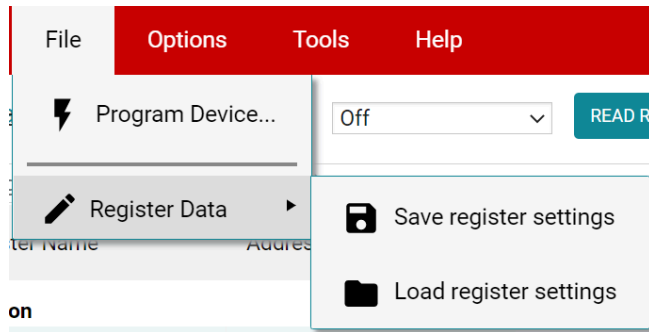

图 3-9. 保存和加载寄存器设置
- 为了方便起见，可以将寄存器设置保存起来，之后再载入任何具有相同寄存器映射的器件。为此，可转到 **File > Register Data**，如图 3-9 中所示。